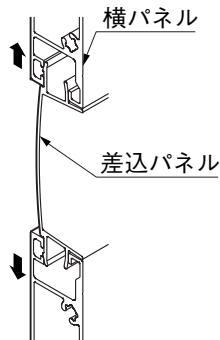
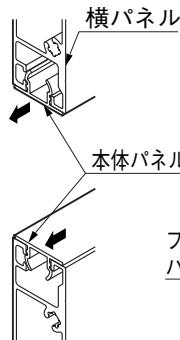
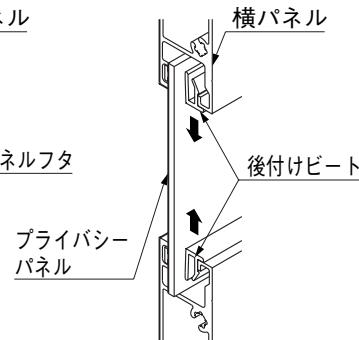

図4-3 Y1型
図4-4 Y2型
図4-5 Y3型
- Y1型、Y2型、Y3型は図4-3、図4-4、図4-5、を参照してばらし、切断してください。
- ② 上桿、下桿にφ5の孔を開けてください。